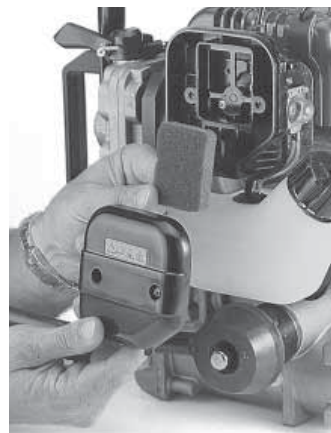

FIG. 28 – LIMPIEZA DEL FILTRO DEL AIRE
13.2.2) Limpieza del filtro del aire (Ref. a Fig. 28)